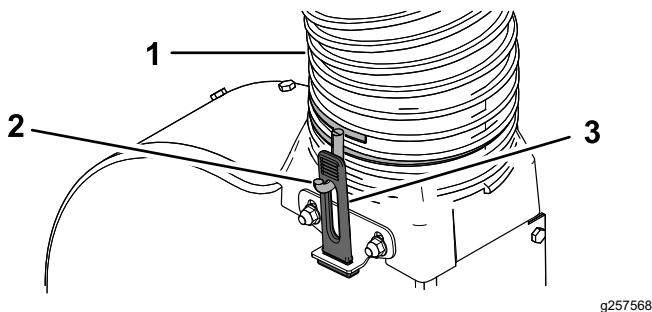

図 20
2. 新しいホースの他方の端部にホースクランプを2-3 回ねじ込む 図 20。
3. ブロアのトランジションにホースを取り付けるホースがフードから90°程度の曲がりを作るように取り付ける。必要に応じてホースクランプのフックの向きを調整してゴム製ラッチに合わせ、ラッチをフックに引っ掛けてホースを固定する 図 20。